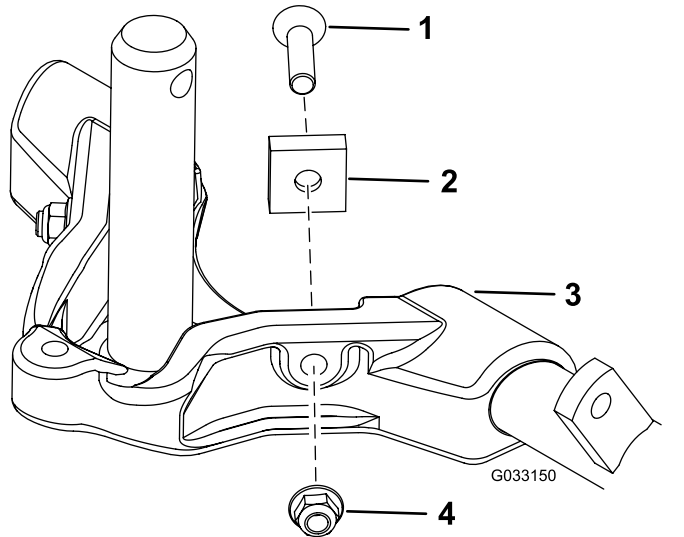

**Bild 13**
1. Vergewissern Sie sich, dass die versenkte Druckscheibe über der Welle des Trägerrahmens (Bild 13) eingesetzt ist.